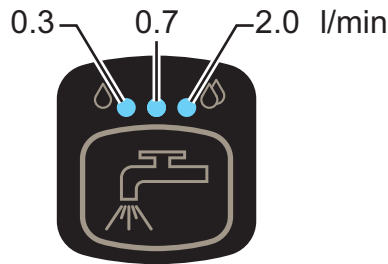

Abbildung 3
10. Die Menge des ReinigungsLösungsflusses je nach Bedarf und auszuführender Arbeit durch Drücken der Taste (43) einstellen. Die eingeschaltete LED entspricht dem Wert in Litern/Minute abgegebener ReinigungsLösung entsprechend Abbildung 3. Sind die LEDs ausgeschaltet, ist der ReinigungsLösungsfluss angehalten.